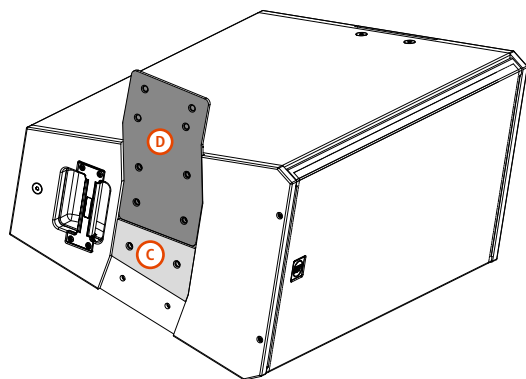

FIGURA 1
- Sul **primo** diffusore in alto e sui **seguenti** del cluster, la Piastra Esterna **(C)** deve essere posizionata di fianco alla staffa **C-BR 10°**, come mostrato nella **FIGURA 1**.